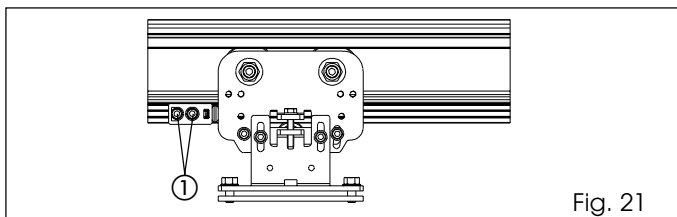

Fig. 21
• Desserrer les deux vis à tête hexagonale d'après les fig. 21 et 22 réf. ①.